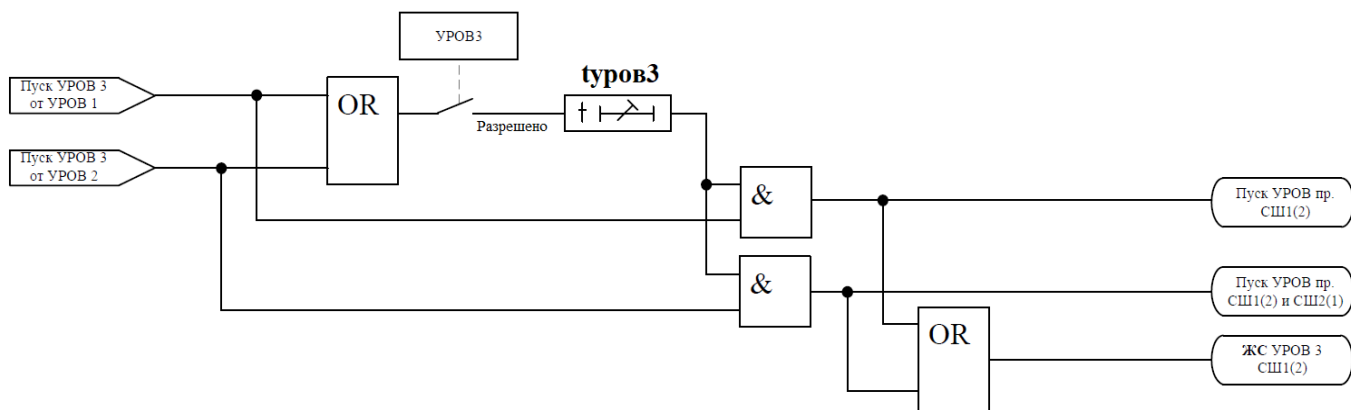

Рисунок 5.23 – Логика формирования пуска функции УРОВ 3
- пуска УРОВ присоединения СШ1 (СШ2) (рисунок 5.23);
- пуск УРОВ присоединений СШ2 и СШ1 (рисунок 5.23).